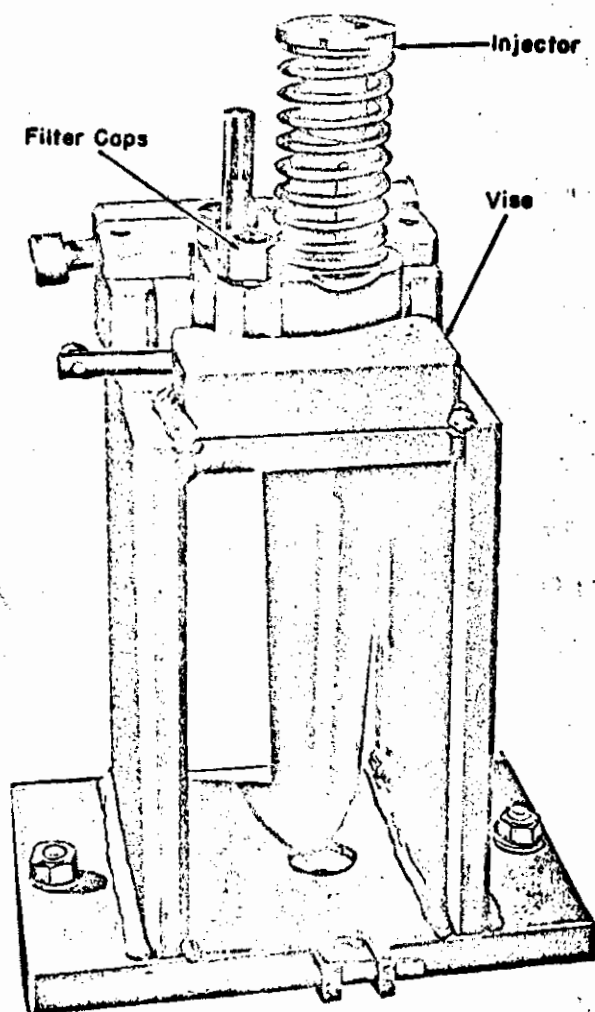

Fig. 4 - Preparación del inyector para desarmarlo
1. Sujétese el inyector en la prensa No. 8201448 en posición vertical, Fig. 4, y quítense el bloque de embarque.